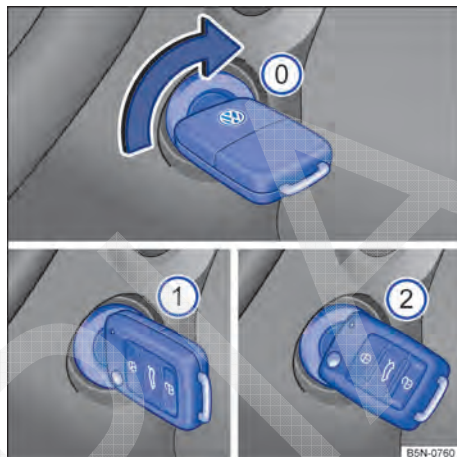

Fig. 91 Ao lado do volante, à direita: posições da chave do veículo no cilindro da ignição.
Posições da chave do veículo → Fig. 91
4.	Girar a chave do veículo no cilindro da ignição para a posição → Fig. 91 ① para ligar a ignição. Nesse instante a luz de controle do sistema de partida aquecida ☹ irá se acender no instrumento combinado.
6.	Girar a chave do veículo no cilindro da ignição para a posição → Fig. 91 ② para dar partida no motor – não acelerar. Caso a etapa 5 não seja respeitada, a luz de controle ☹ irá piscar indicando a necessidade de interromper o procedimento de partida e repeti-lo após retornar a chave para a posição → Fig. 91 ③ e aguardar aproximadamente 10 segundos.
5.	Girar a chave do veículo no cilindro da ignição para a posição → Fig. 91 ①.